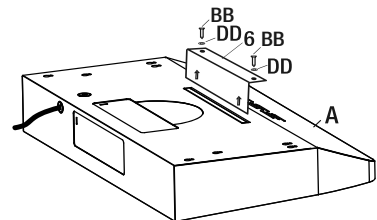

Fig.12
- Si vous avez choisi une ventilation intérieure, dévisser les deux vis qui retiennent le couvercle (6) et enlever le couvercle comme sur la Fig.12. Ne pas enlever aucun autre pièce. **NE PAS DÉFONCER D'AUTRES DISQUES DE VENTILATION.**